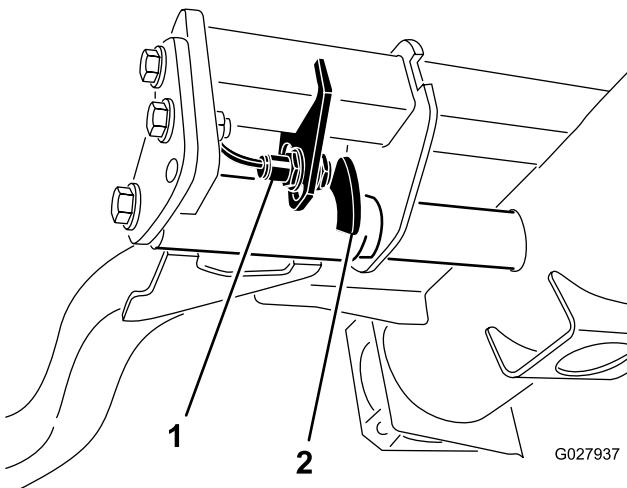

Figura 30
2. L'interruttore del braccio di sollevamento è situato sotto il serbatoio idraulico, dietro il braccio di sollevamento anteriore destro (**Figura 30**).
3. Allentate le viti di attacco dell'interruttore (**Figura 30**) e abbassate l'interruttore per aumentare l'altezza d'inversione del braccio di sollevamento o alzate l'interruttore per ridurla.